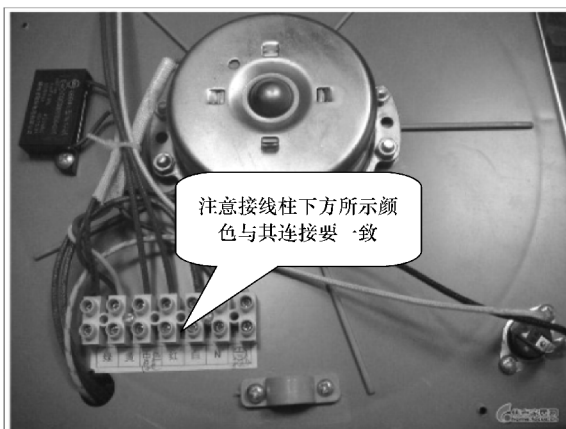

图 7-10 浴霸接线
2) 先将浴霸本体的颜色与标注在浴霸下方的接线柱的颜色进行对应，以便与控制盒处连接，如图 7-10 所示。